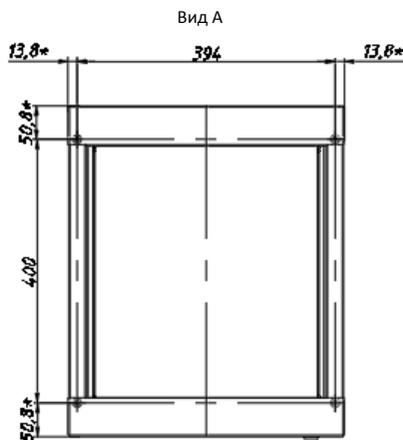
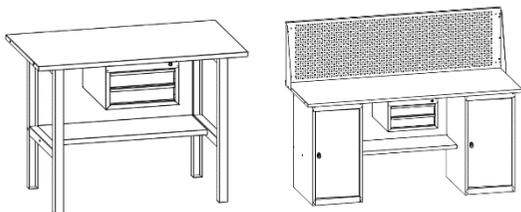

Рис. 2. Установочные размеры *
Рис. 3 Комплект тумбы подвесной
- 3.3. Тумба подвесная преимущественно устанавливается на верстаки и столы серии MasterLine (ML) (Рис.3). Устанавливается под столешницу при помощи гаечных заклёпок, установленных в верхней части тумбы подвесной и 4 винтов. Предварительно делается разметка для сверловки столешницы по шаблону (входит в комплект). Установочные размеры для справки представлены на Рис. 2.